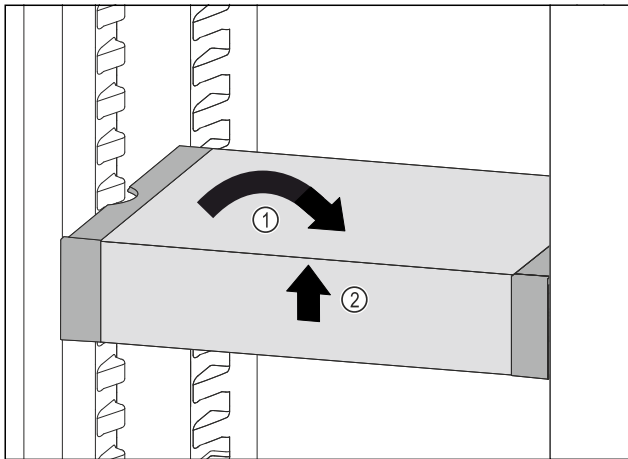

Fig. 201
- ▶ 将 VarioSafe 放平。Fig. 201 (1)
- ▶ 抬起 VarioSafe 前部。Fig. 201 (2)